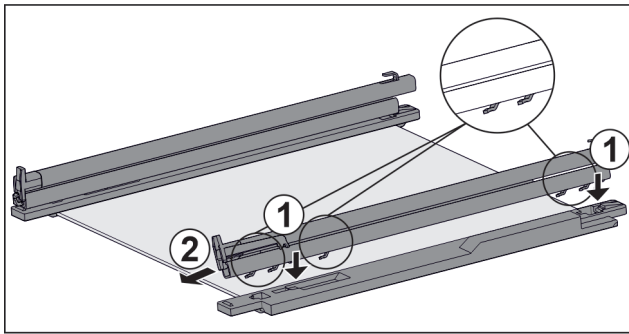

Fig. 131 Tablette en verre avec rails et pièces de retenue
- ▶ Placer les crochets du rail sur les ouvertures de la pièce de retenue de **gauche**. Fig. 131 (1)
- ▶ Tirer le rail vers l'avant. Fig. 131 (2)
- ▶ Placer les crochets du rail sur les ouvertures de la pièce de retenue de **droite**. Fig. 131 (1)